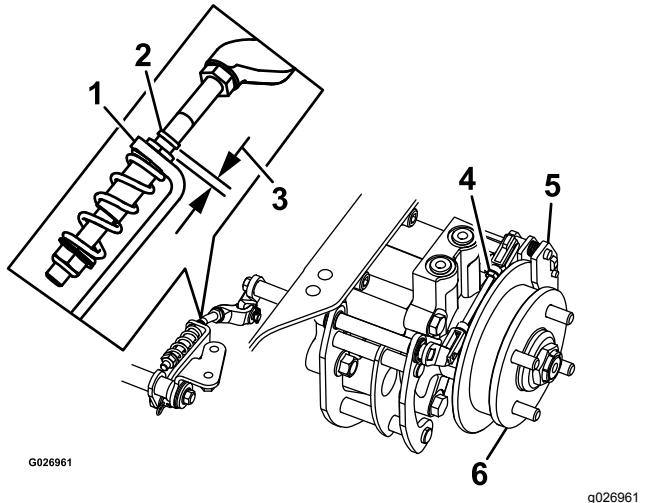

Figura 72
8. Compruebe si hay un espacio visible entre la escuadra y el tope del acoplamiento (Figura 72).